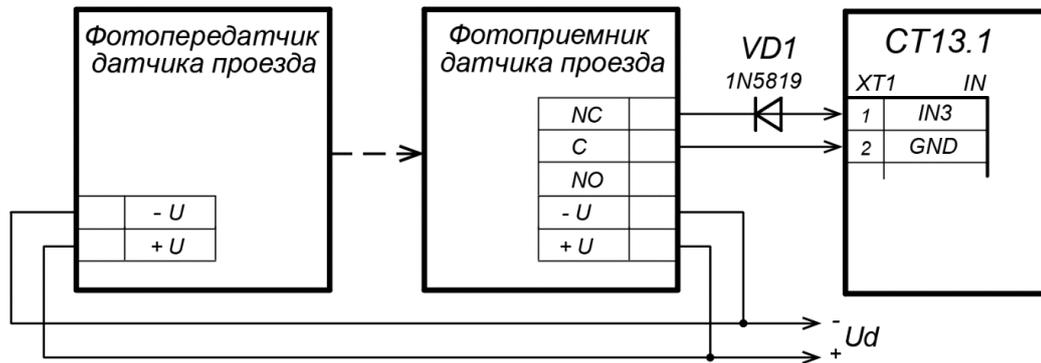

Рисунок 21. Пример схемы подключения датчика проезда
- Датчик проезда подключается к клеммной колодке **XT1** нижней платы контроллера согласно схеме, представленной на рис. 21. Для подключения используйте тип кабеля №4 (см. табл. 4). При подключении нескольких датчиков их выходы включаются последовательно.